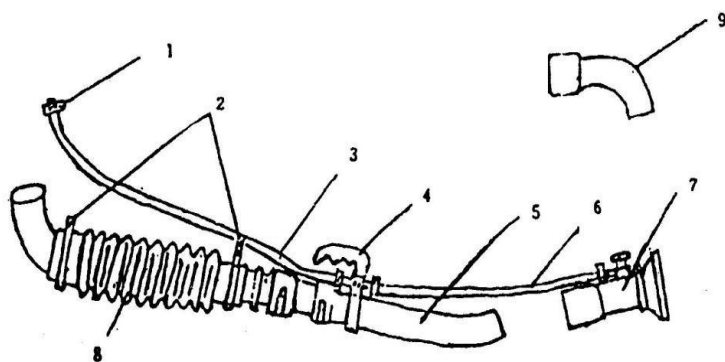

Fig. 4
4. Conecte la manguera pulverizadora al dispositivo como se muestra en la fig. 4.